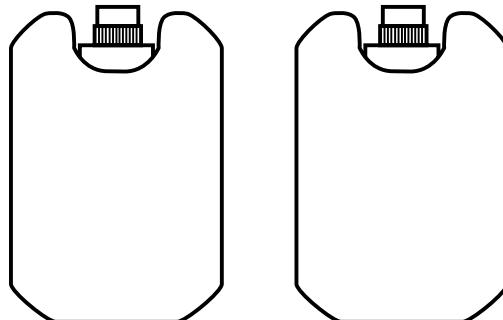

Рис. 5
3. Использование контейнера со льдом (Рис. 5):